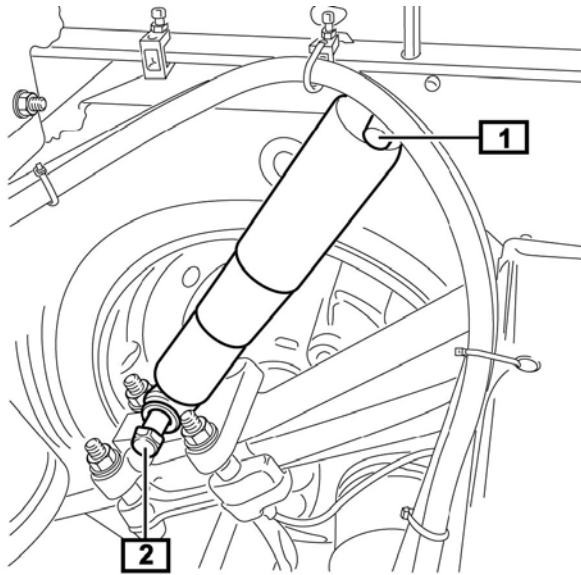

Fig. 1:
- **Fig. 1** Schraube der oberen Stoßdämpferbefestigung (1) lösen und entfernen.
- Schraube der unteren Stoßdämpferbefestigung (2) lösen und entfernen.
- **Fig. 1** Loosen and remove screw on upper shock absorber attachment (1).
- Loosen and remove screw on lower shock absorber attachment (2).
- **Fig. 1** Desserrer et enlever la vis de la fixation supérieure de l'amortisseur (1).
- Desserrer et enlever la vis de la fixation inférieure de l'amortisseur (2).
- **Fig. 1** Soltar y retirar el tornillo de la sujeción superior del amortiguador (1).
- Soltar y retirar el tornillo de la sujeción inferior del amortiguador (2).